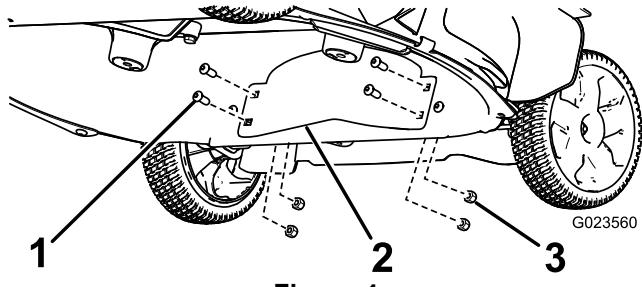

Figure 4
1. Retirez les 4 boulons et les 4 écrous à l'avant du carter de la machine (Figure 4).
| 2. Fixez le déflecteur au moyen des 4 boulons et des 4 écrous que vous avez retirés à l'opération 1 (Figure 4). | |
2. Fixez le déflecteur au moyen des 4 boulons et des 4 écrous que vous avez retirés à l'opération 1 (Figure 4).